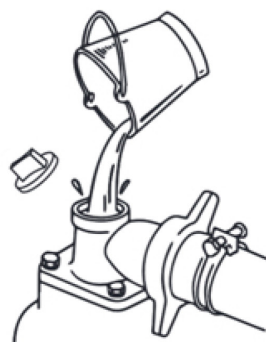

Рис. 5
8. Отверните пробку заливного отверстия корпуса насоса и полностью заполните насосную часть чистой водой, как показано на Рис. 5. Установите и надёжно затяните пробку.